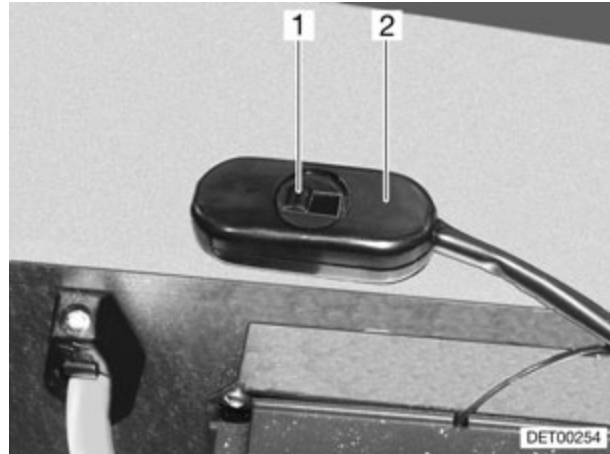

Fig. 127 Interruptor para la reducción de la velocidad
La velocidad de la bomba de circulación se puede reducir con el interruptor deslizante (Fig. 127,2). De este modo también se reducen los ruidos de giro de la bomba.
- Desplazar la corredera (Fig. 127,1) hacia la derecha. Se reduce la potencia.